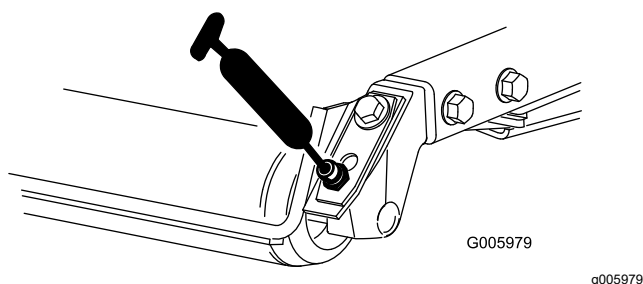

Figura 79
- Rolamentos do rolo traseiro (2 por unidade de corte), como se mostra na Figura 79